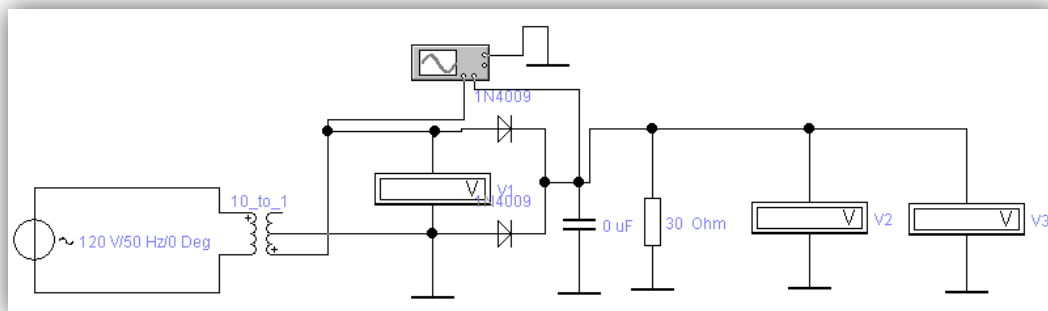

Рисунок 9 – Схема двухполупериодного выпрямителя со средне точкой
2. Исследуйте двухполупериодный выпрямитель и емкостным фильтром (рисунок 9) и заполните таблицу 10.